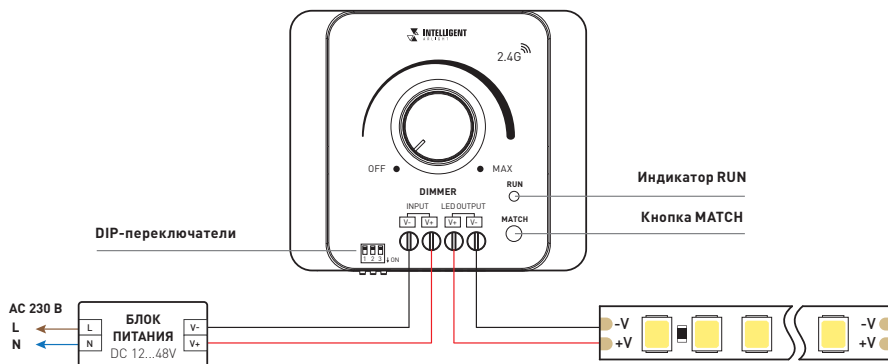

Рис. 2. Схема подключения
3.2. Подключите диммер в соответствии со схемой на рис. 2: